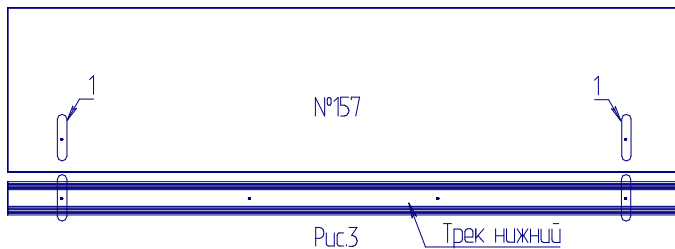

Рис.3
3. Совместить трек компл.№77 (Р) с деталью №157 по существующим отверстиям 1 (рис.3).